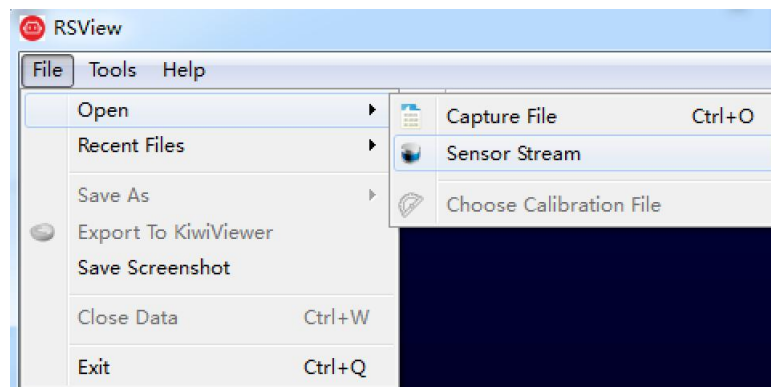

图 C-1 打开 RSView 实时数据显示
3. 点击 **File > Open** 并且选择 **Sensor Stream** (图 C-1)